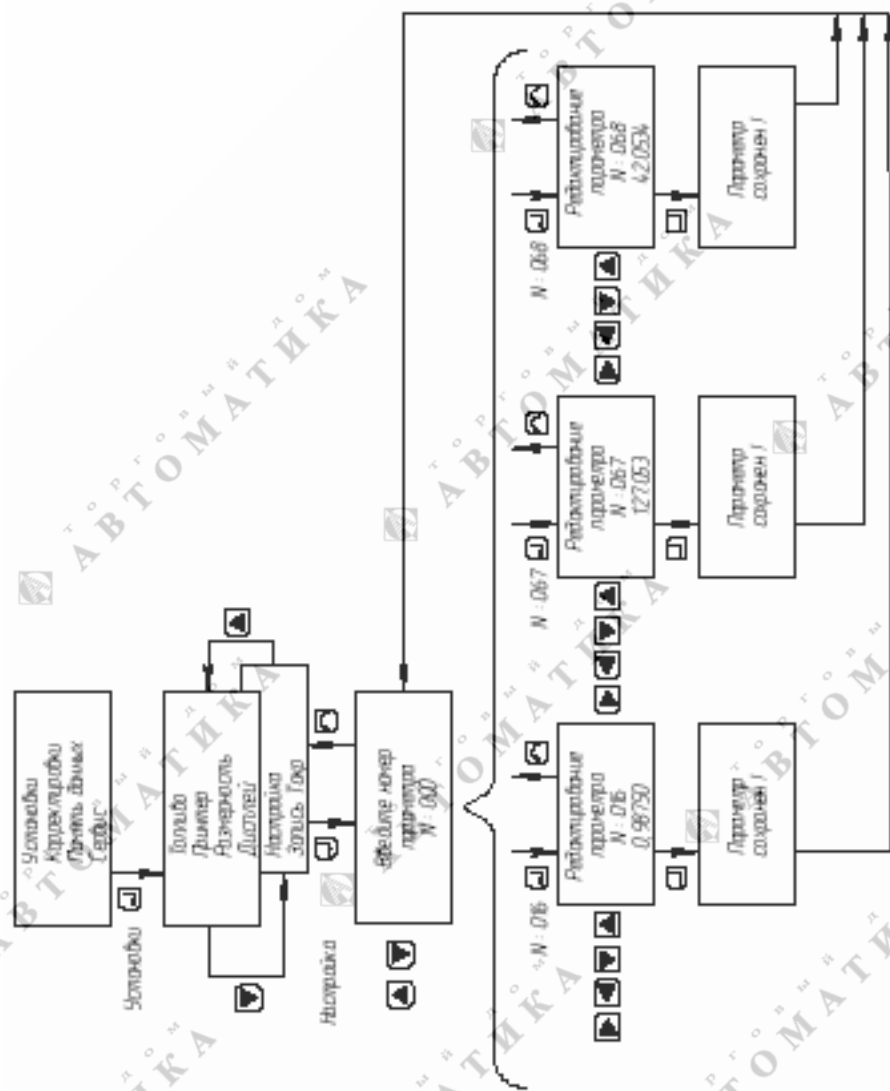

Рисунок 2.12 – Редактируемые параметры настройки пробоотборника
1) ввести в память газоанализатора поправочные коэффициенты. Для этого выбрать пункт меню «УСТАНОВКИ→НАСТРОЙКА» (рисунок 2.12), в появившемся окне ввести требуемый номер параметра (номера параметров и их числовые значения указаны в этикетке на пробозаборник ИБЯЛ.418311.046 ЭТ), нажать кнопку «» и произвести ввод или редактирование числового значения параметра.